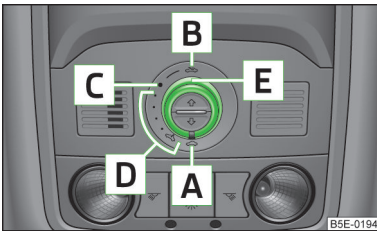
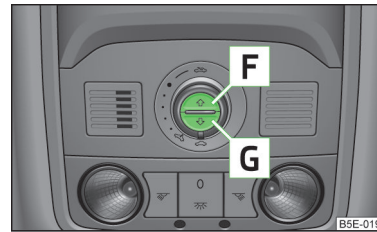

Abb. 26
Abb. 27
- Wurde z. B. die Batterie abgeklemmt und wieder angeklemt, kann es passieren, dass das Schiebe-/Ausstelltdach außer Funktion ist. Dann den Drehschalter in die Schalterstellung **A** » Abb. 26 auf Seite 47 stellen, ziehen und an der Ausparung nach unten und vorn festhalten. Nach etwa 10 Sekunden geht das Schiebe-/Ausstelltdach auf und wieder zu. Erst danach den Drehschalter wieder loslassen.
- Wurde z. B. die Batterie abgeklemmt und wieder angeklemt, kann es passieren, dass das Sonnenschutzrollo außer Funktion ist. Dann den Schalter in Stellung **A** » Abb. 26 auf Seite 47 drehen, die Taste **G** » Abb. 27 auf Seite 47 drücken und halten. Nach etwa 10 Sekunden geht das Sonnenschutzrollo auf und wieder zu. Erst danach den Drehschalter wieder loslassen.
➤ Den Schalter in Stellung **C** » Abb. 26 drehen.
➤ Den Schalter in Stellung **A** » Abb. 26 drehen.
Das Sonnenschutzrollo kann mithilfe der Tasten geschlossen bzw. geöffnet werden » Abb. 27.
➤ Zum vollständigen Öffnen die Taste **F** » Abb. 27 kurz drücken.
➤ Zum vollständigen Schließen die Taste **G** » Abb. 27 kurz drücken.